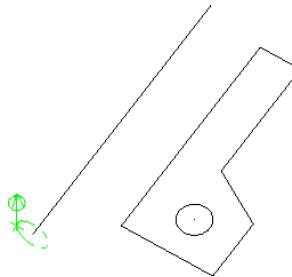
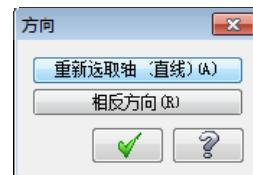

图 7-12 旋转箭头
图 7-13 “方向”对话框
- 04 根据系统提示，选择直线作为旋转轴，系统将在选取的直线上显示一个旋转箭头，如图 7-12 所示；同时也弹出如图 7-13 所示的“方向”对话框，单击对话框中的“确定”按钮.